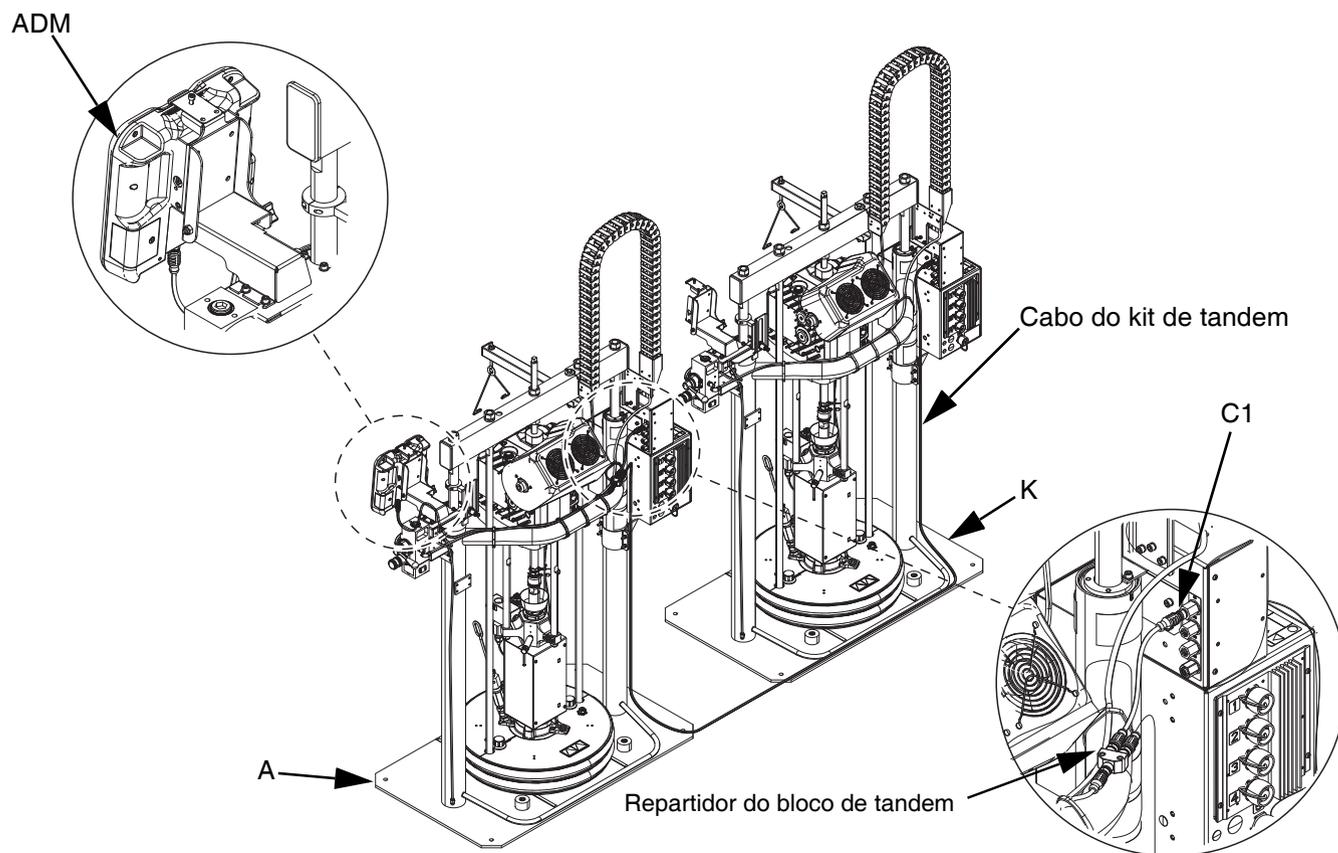

FIG. 10: Ligações de comunicação
4. Use os atilhos de plástico incluídos no kit para segurar os cabos à estrutura do êmbolo. Consulte a FIG. 10 quanto ao encaminhamento de cabos.